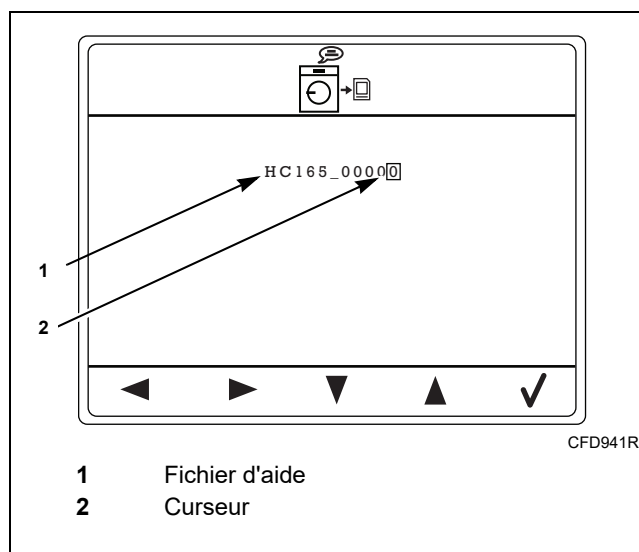

Figure 58
1. Déplacer le curseur à l'aide des touches sous les icônes Gauche/droite pour sélectionner ou ajouter une lettre ou un chiffre. Se reporter à la *Figure 58*.
2. Changer les lettres et les chiffres à l'aide des touches sous les icônes UHaut/bas. Se reporter à la *Figure 58*.
3. Appuyer sur la touche sous l'icône Le crochet pour sauvegarder les données sur la carte de données. Se reporter à la *Figure 58*.